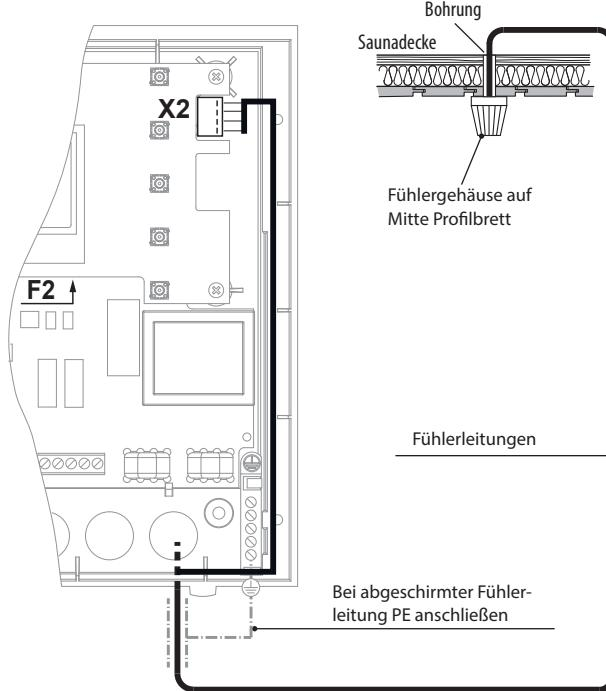
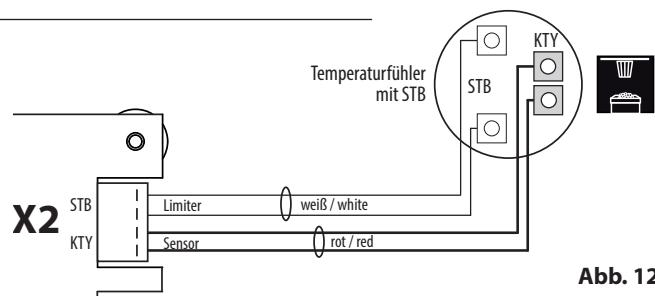

Abb. 11
Abb. 12
- Führen Sie die Fühlerleitungen zum Steuergerät und führen sie durch die rechte Kabeleinführung in das Gerät. Verlegen Sie die Fühlerleitungen innerhalb des Steuergerätes wie in Abb. 11 gezeigt. Schließen Sie die Fühlerleitungen gemäß Abb. 12 an. Hierzu wird der Stecker X2 von der Platine abgezogen und nach dem Anschließen wieder eingesteckt.